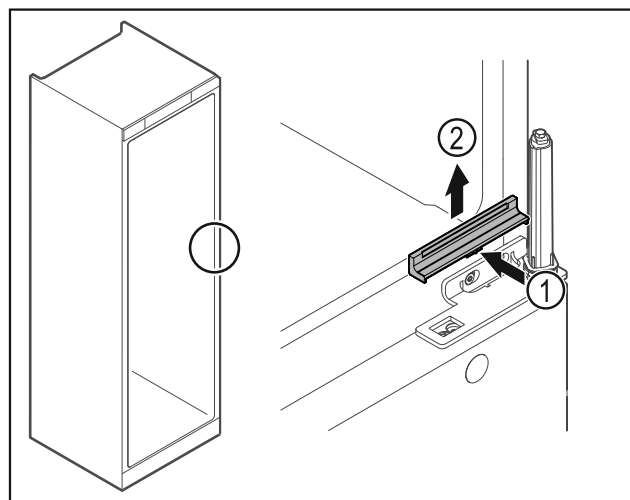

Fig. 31
- Shtypni kapakun mbulues Fig. 31 (1) lehtë në mes dhe hiqeni nga lart Fig. 31 (2).